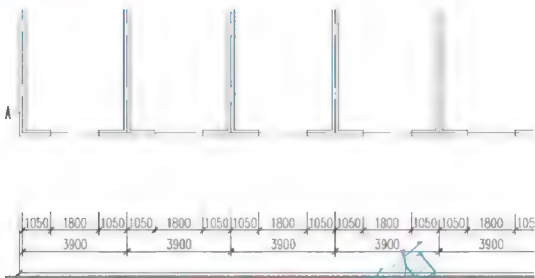

图 3.61 向左延伸尺寸线
(1) 单击【修改】工具栏上的【延伸】图标 (快捷键 EX)。
(2) 在选择对象或:全部选择:提示下,选择图 3.61 所示的外墙外边线 A,则 A 墙线变虚,表示外墙线 A 被指定作为延伸边界。
(3) 按 Enter 键进入下一步。
(4) 在选择要延伸的对象,或按住 Shift 键选择要修剪的对象,或[栏选(F)/窗交(C)/投影(P)/边(E)/放弃(U)]:提示下,输入“E”并按 Enter 键。
(5) 在输入隐含边延伸模式[延伸(E)/不延伸(N)]:不延伸:提示下,输入“E”并按 Enter 键,表示沿自然路径延伸边界。
(6) 在选择要延伸的对象,或按住 Shift 键选择要修剪的对象,或[栏选(F)/窗交(C)/投影(P)/边(E)/放弃(U)]:提示下,单击第 3 道尺寸线的左端点,这时第 3 道尺寸线左边的尺寸界线延伸到外墙线 A 处,结果如图 3.61 所示。
(7) 按 Enter 键,结束【延伸】命令。